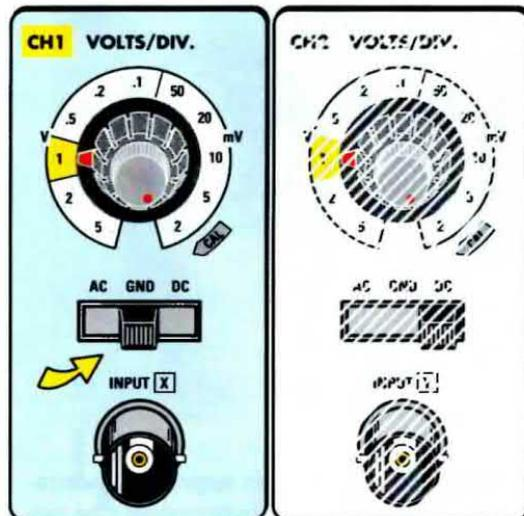

Fig.24 Dopo aver posizionato la leva del selettore d'ingresso in posizione GND, dovette ruotare il commutatore VOLTS/DIV. del canale CH1 sulla portata 1 volt.
– Ponete il **selettore** d'ingresso del **CH1**, sul quale appaiono le scritte **AC-GND-DC**, in posizione **GND** (vedi fig.24).
– Ruotate il commutatore **VOLTS/DIV.** del **CH1** sulla portata **1 Volt/div** come visibile in fig.24, poi controllate sempre che la **piccola** manopola **CAL**, che corrisponde alla **calibrazione variabile**, risulti in posizione di **calibrazione**, facendo riferimento al manuale delle istruzioni del vostro oscilloscopio, al-
Poiché il selettore **VOLTS/DIV.** del **CH1** è posto sul valore di **1 volt per quadretto**, come indicato in fig.24, è facilmente intuibile che l'ampiezza della rampa è stata **calibrata a 7 volt**.